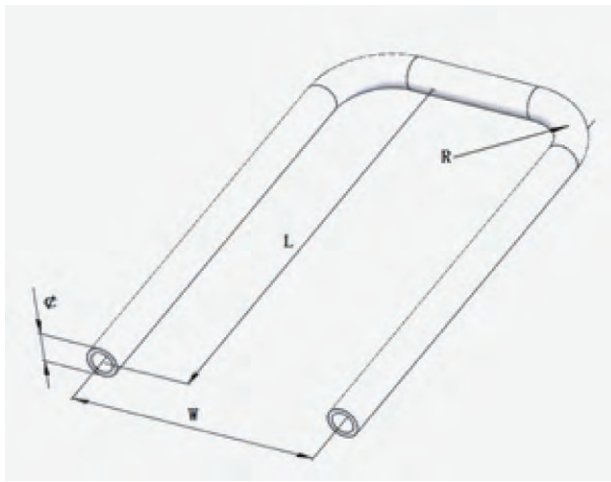

图 2 U 型流道参数图
U 型流道水压损失几大因素从图 2 可知：U 型流道的折弯半径 (R)；U 型流道的间距 (W)；U 型流道的长度 (L)；U 型流道的直径 (Φ) 和 U 型流的流速。因此，U 型流道的优化主要从这些因素入手，利用仿真软件可以方便、快捷、准确的实现 U 型流道的优化设计。